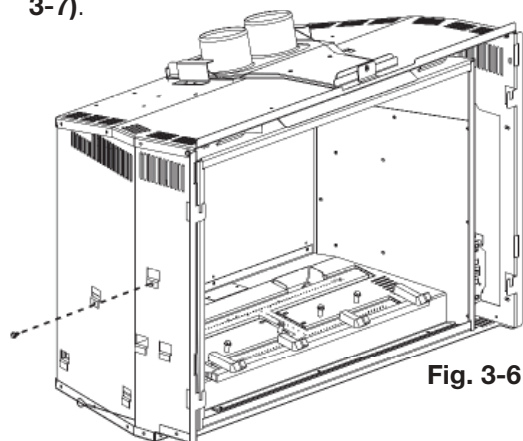
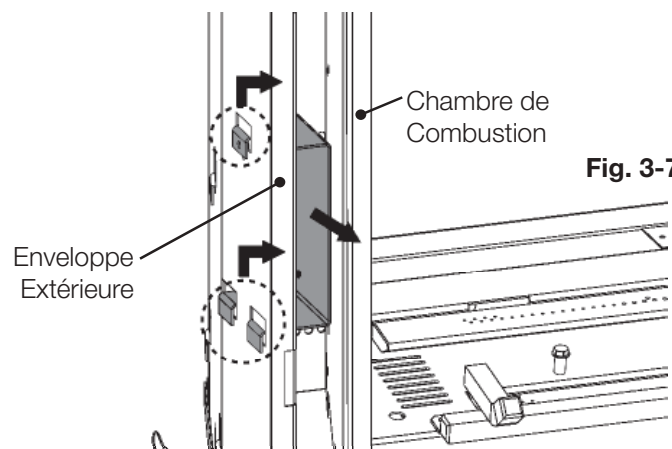

Fig. 3-6
Fig. 3-7
2. Retirez la 1 vis servant à fixer le support en place (**Fig. 3-6**). Soulevez le support et sortez-le des fentes, en le soulevant à travers l'ouverture entre le chambre de combustion et l'enveloppe extérieure de l'appareil (**Fig. 3-7**).
4. Placez le support et le récepteur à travers l'ouverture entre le chambre de combustion et l'enveloppe extérieure de l'appareil. Faites glisser le support et le récepteur dans et vers le bas des fentes (**Fig. 3-7 en sens inverse**).
5. Sécurisez la 1 vis pour fixer le support et le récepteur en place (**Fig. 3-6**).